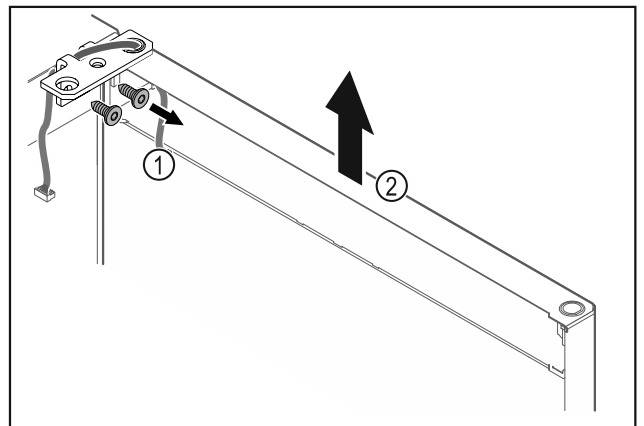

Fig. 18
- Lironi vidat e profilin të menteshës Fig. 18 (1).
- Ngrini drejt lart derën së bashku me profilin e menteshës Fig. 18 (2) rreth 200 mm dhe hiqeni.